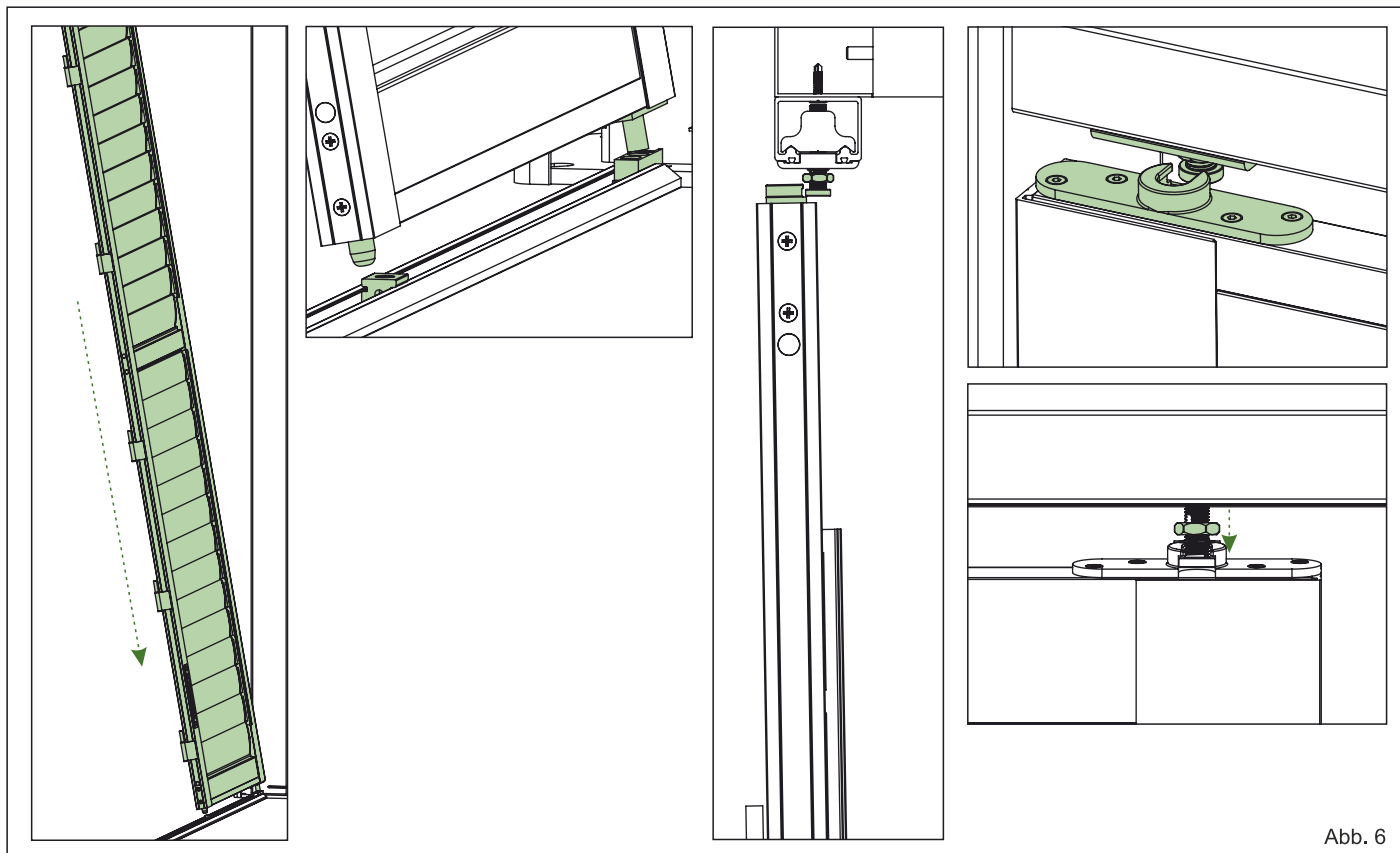

Abb. 6
4. Setzen Sie nun die Lamellentür als erstes in die untere Schiene mit der Lamellensteuerung nach Innen zeigend ein. Heben Sie als nächstes die Tür in der oberen Schiene soweit hoch bis die beiden Öffnungen parallel zu den Schrauben des Laufwagen stehen. Hacken Sie die Öffnung zwischen Mutter und unteres Ende der Schraube ein und positionieren Sie die Tür senkrecht. Die Höhe der oberen Öffnung lässt sich durch das drehen der Schraube einstellen. Siehe Abb. 6.